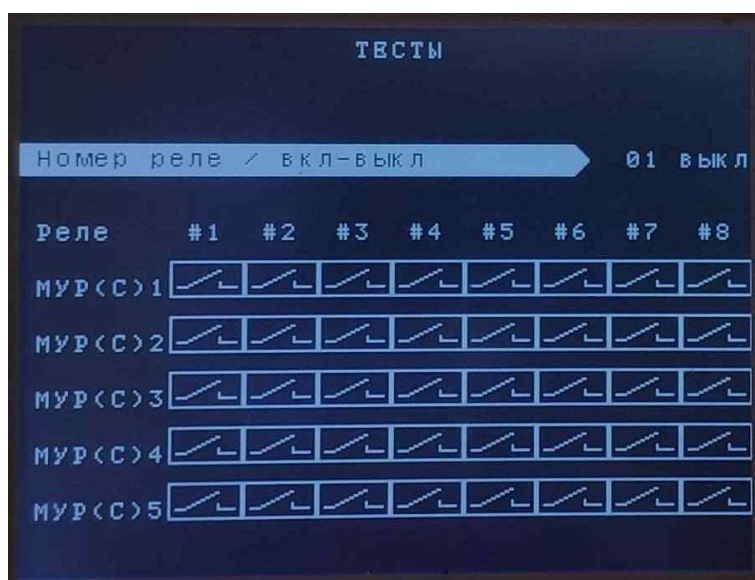
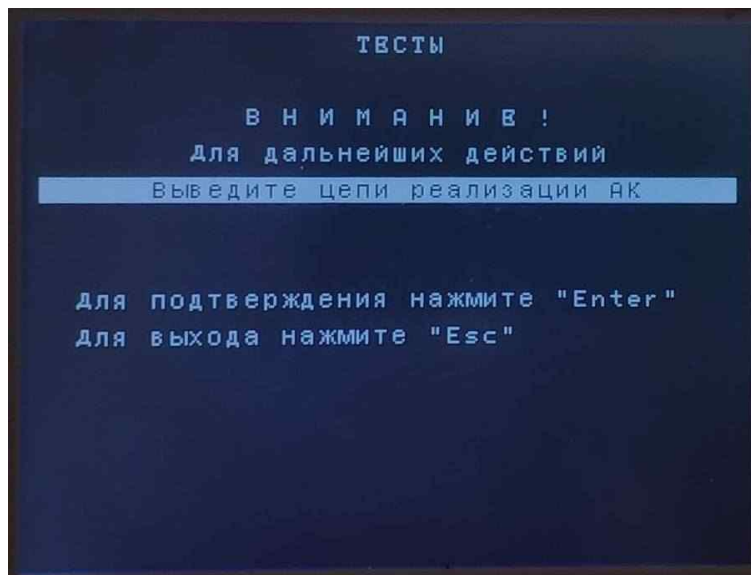

Рисунок 19 – Підрозділ «Реле ПА»
Рисунок 20 – Попередження при вході в підрозділ «Реле ПА»
**3.2. «Реле ПА»** - підрозділ призначений для тестового вмикання/вимикання реле команд протиаварійної автоматики (див. рисунок 19). При вході в підрозділ, виводиться попередження про необхідність виведення з роботи кіл реалізації команд (див. рисунок 20). Порядок роботи в даному режимі аналогічний п. 3.1.